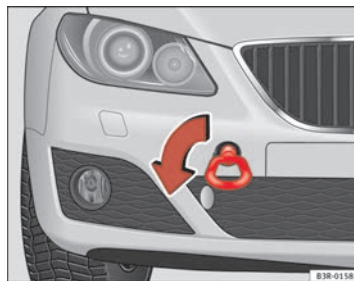

Fig. 244 Lato anteriore del veicolo: montaggio dell'anello per traino
- Avvitare l'anello fino in fondo verso *sinistra*, nel senso indicato dalla freccia ⇒ pag. 303, fig. 244. ■